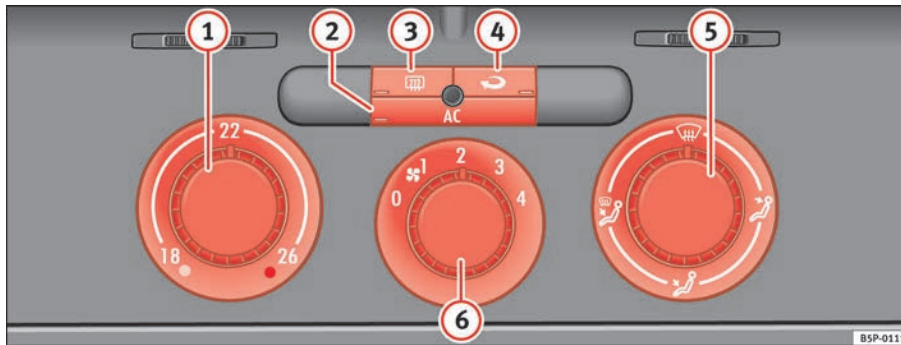

Abb. 127 In der Instrumententafel: Bedienelemente der Climatic
- Mit den Reglern ⇒ Abb. 127 **1** und **5** und mit dem Schalter **6** stellen Sie die Temperatur, die Luftverteilung und die Gebläsestufe ein.
- Schalten Sie die Klimaanlage mit der Taste \Rightarrow Seite 155, Abb. 127  ein.